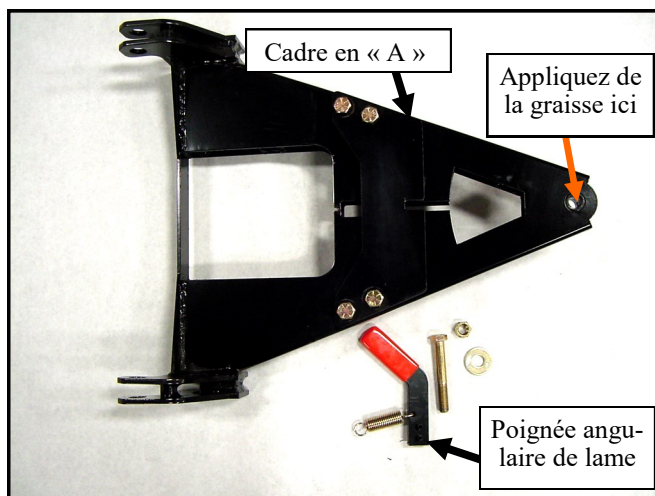

Figure 7.1—Cadre en « A » et quincaillerie
7.1 Comme illustré à la figure 7.1, repérez le cadre en « A », la poignée angulaire de lame, le ressort de poignée, un boulon à tête hexagonale 1/2-20 x 3,5 po, un contre-écrou hexagonal conique 1/2-20 et une rondelle 1/2 po. Appliquez de la graisse toutes saisons sur les surfaces supérieure et inférieure du cadre en « A », ainsi que dans le trou de boulon 1/2 po et autour. La graisse devrait s'étendre à environ 2,5 cm du centre du trou.